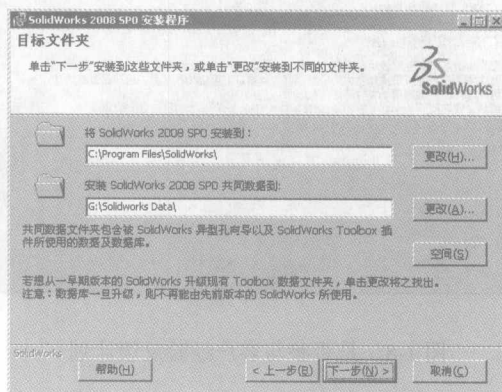

图 1-5 设置安装路径
(4) 选取要安装的组件后单击 **下一步(N) >** 按钮打开如图 1-5 所示的安装设置界面, 设置 SolidWorks 软件的安装路径, 单击 **更改(C)...** 按钮可修改当前的安装路径。单击 **空间(S)** 按钮可以查看当前硬盘的资源使用情况。